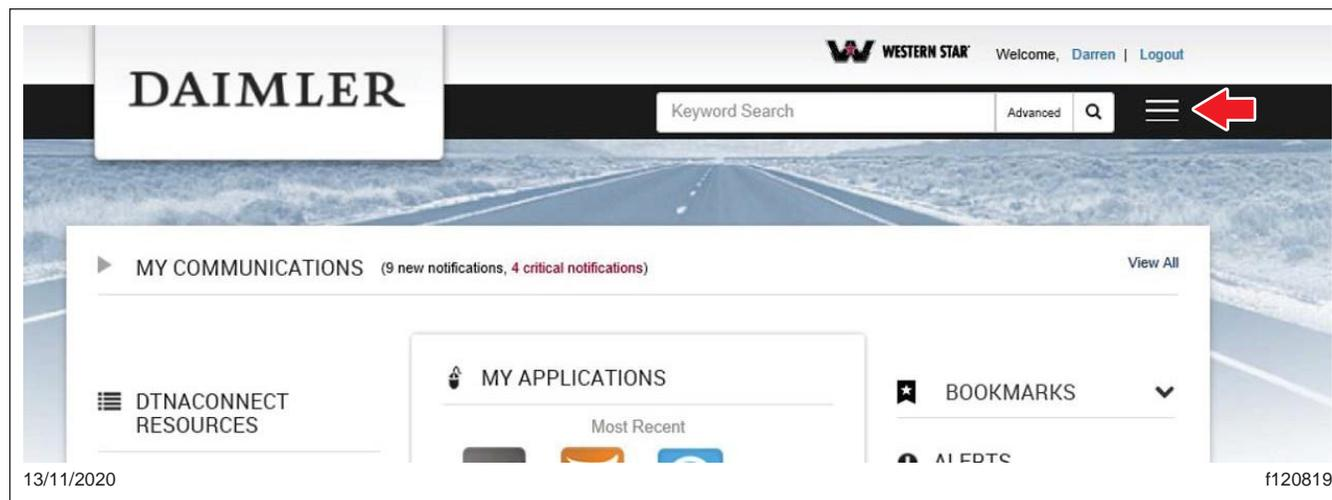

Fig. 1, écran d'accueil de DTNACONNECT
4. Sur l'ordinateur portable, accédez à DTNACONNECT et sélectionnez les trois barres de menu en haut à droite coin. Voir Fig. 1.